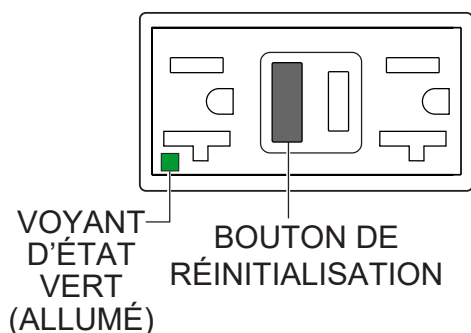

Figure 59. Prise GFCI (ON/Restauration)
- Appuyez sur le bouton **RESET** (Figure 59) pour rétablir l'alimentation de la prise GFCI et vérifier que le voyant d'état est **ALLUMÉ (VERT)**.